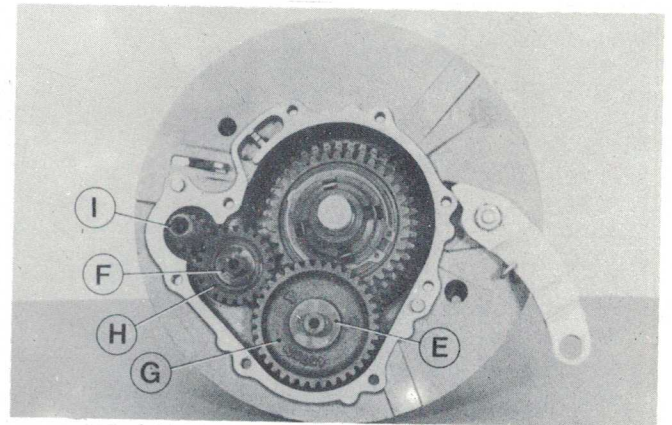

Fig. 33
**Fig. 33 - Ingranaggi cambio:** togliere la ralla assiale e la gabbia a rullini «E», la rondella di rasamento «F», l'ingranaggio multiplo «G» completo della rondella di rasamento interna, l'ingranaggio di rinvio «H» e relativa rondella di rasamento, l'alberino frizione «I» e, operando dalla parte opposta a quella rappresentata in figura, agendo con un mazzuolo espellere l'albero ingranaggi cambio.